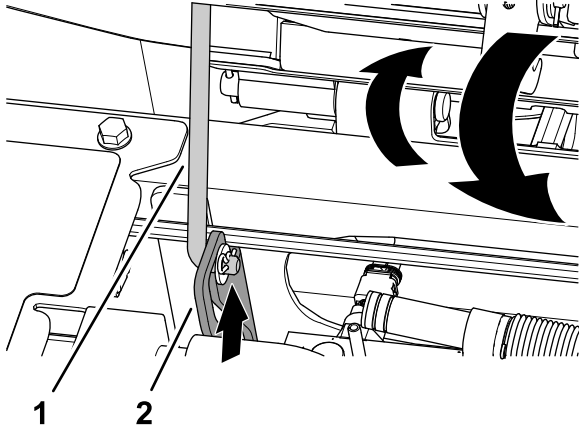

图 65
1. 稍微转动座椅将支撑杆从座椅支架槽的凹陷处提起 图 65。